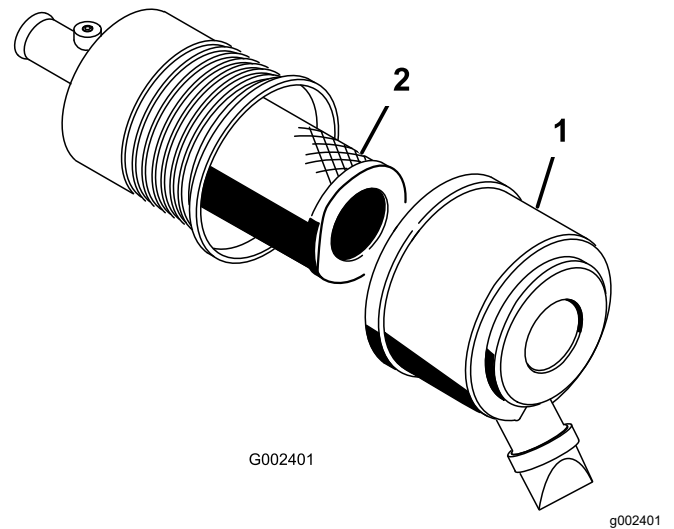

Figure 52
2. Desserrez les attaches qui fixent le couvercle sur le boîtier du filtre à air (Figure 52).
3. Déposez le couvercle du boîtier du filtre à air (Figure 52).
5. Déposez et remplacez le filtre (Figure 52).